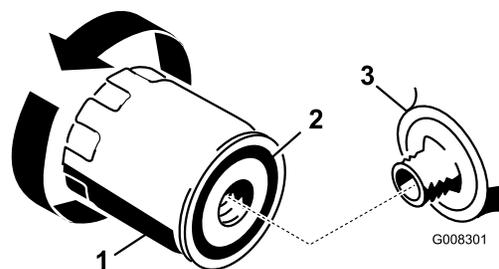

Figure 27
2. Déposez le filtre à huile usagé et essuyez la surface du joint de l'adaptateur (Figure 27).
3. Appliquez une fine couche d'huile moteur neuve sur le joint en caoutchouc du filtre de recharge (Figure 27).
5. Serrez alors de 1/2 à 3/4 de tour supplémentaire (Figure 27).